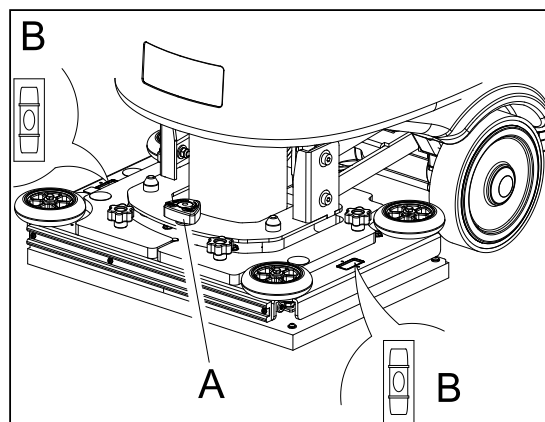

Figure 9.1
2. Ajustar el nivel de la cubierta orbital ajustando el asa (A, Imagen 9.1). con una burbuja en el medio (B, Imagen 9.1).